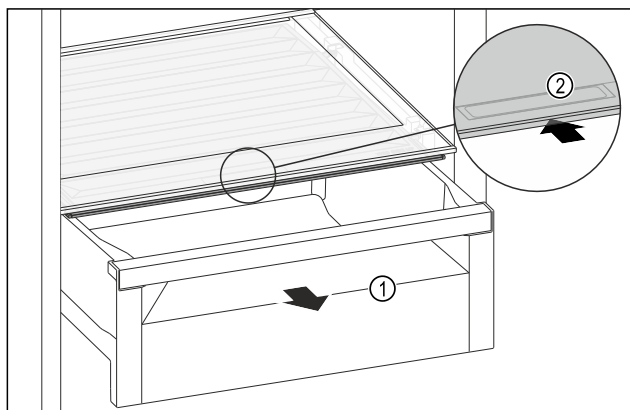

Fig. 115
- Trekk ut skuffen Fig. 115 (1).
- Ta tak i det innfelte grepet Fig. 115 (2) på lokket, og skyv lokket samtidig bakover.